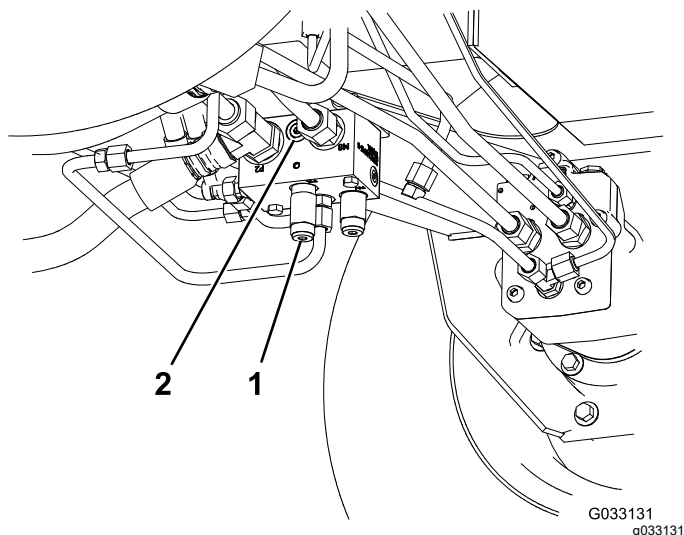

图 43
1. 在后牵引歧管端口 M8 与 P2 之间的未标记端口安装诊断接头图 43